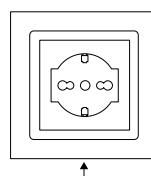

Figura 1
- 1 - Per aprire STARK QM Socket usare un cacciavite piatto e fare leva sui 2 inviti nella parte inferiore (Figura 1)
- Figura 1
- 1 - Para abrir STARK QM Socket, utilice un destornillador plano y haga palanca en las dos lengüetas de la parte inferior (Figura 1)